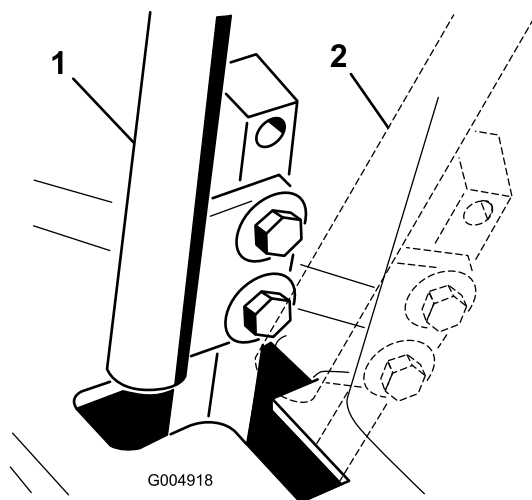

Figura 60
4. Mettete la leva di controllo in folle **senza bloccarla** (Figura 60).
6. Controllate dove la leva di controllo corrisponde alla tacca nella console (Figura 60).